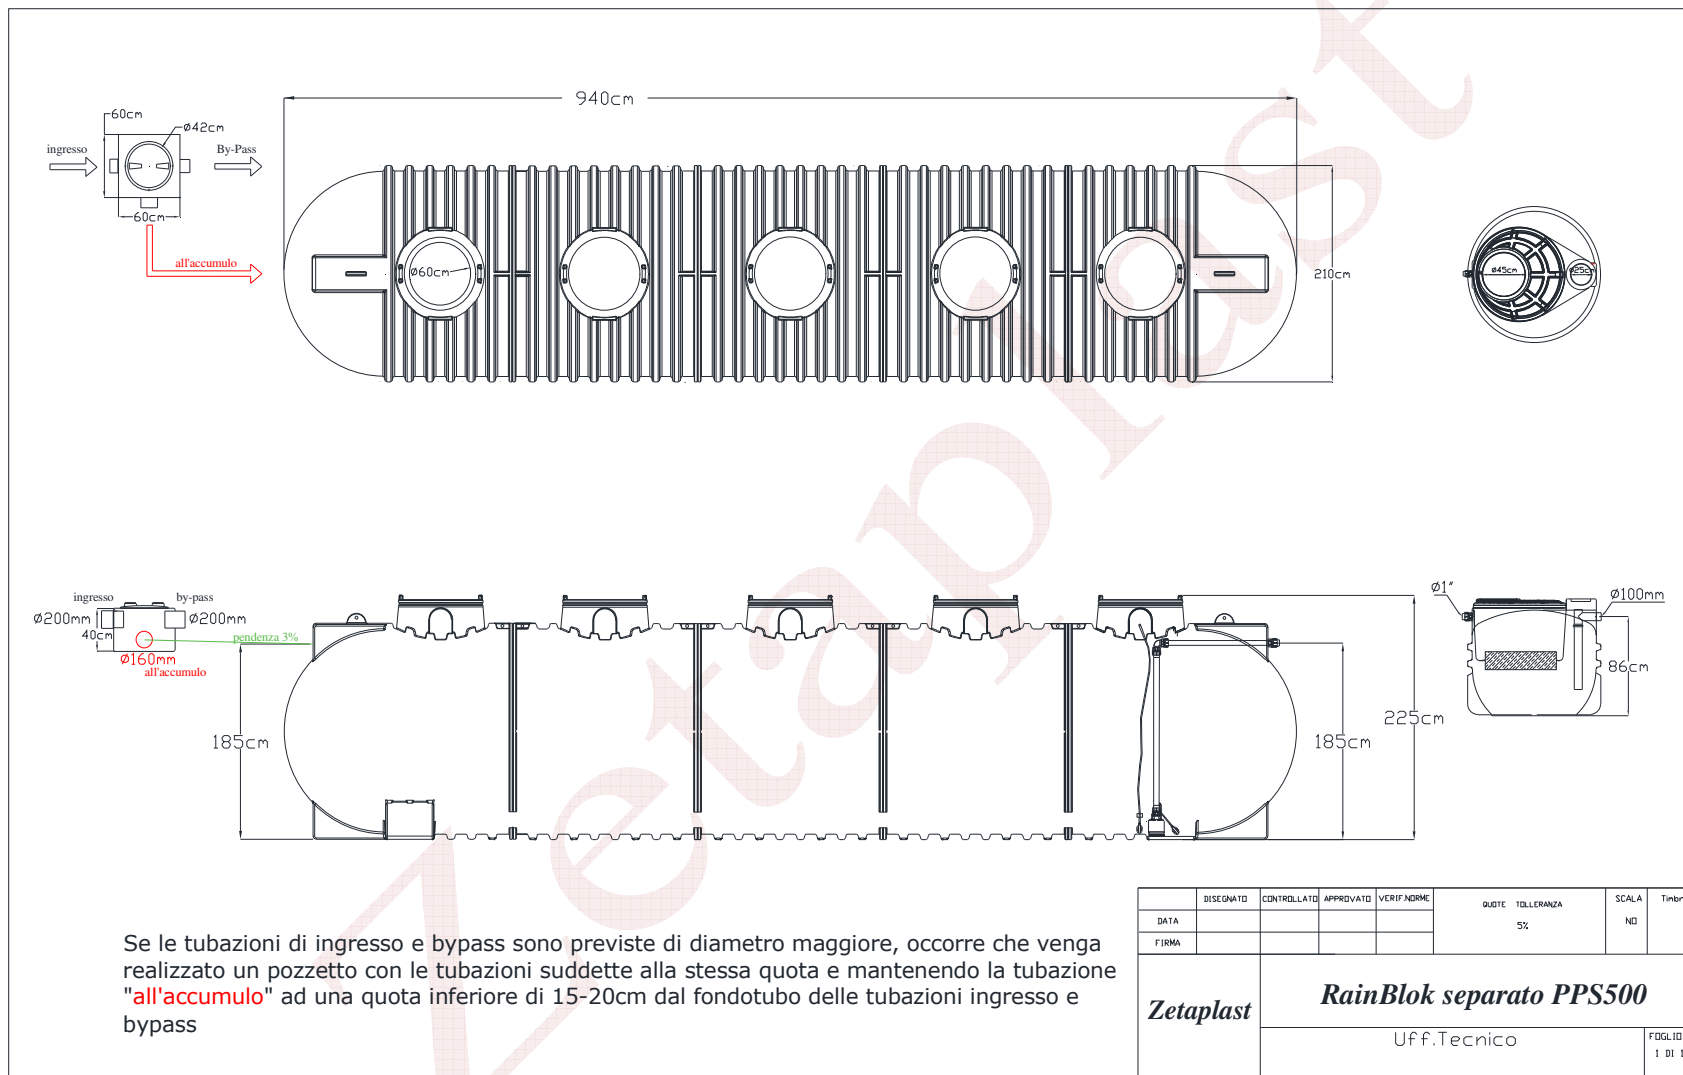

Fig. 1 - Schema tecnico
- Installare le fosse come indicato dallo schema d'installazione allegato (Fig.1) seguendo le modalità di interro <https://www.zeta-plast.com/download/modalita-di-interro>